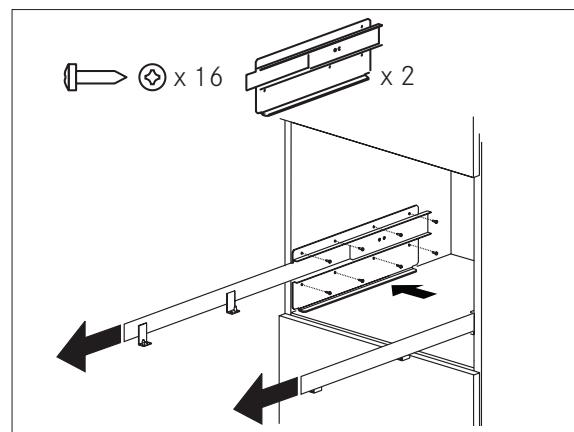

Abb. 4
- Positionieren Sie die Schienen an den Schrankseiten wie in Abbildung 4 gezeigt. Schrauben Sie diese mit den mitgelieferten Schrauben fest. Dann ziehen Sie die Schienen vollständig heraus. Falls die Kaffeemaschine über einer Wärmeschublade installiert wird, verwenden Sie die Oberseite als Referenz zum Positionieren der Schienen. In diesem Fall gibt es keine Oberfläche, auf der die Schienen aufliegen können.